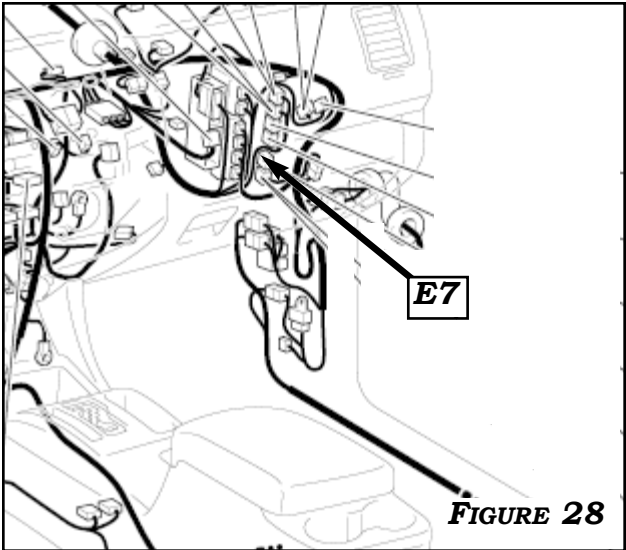
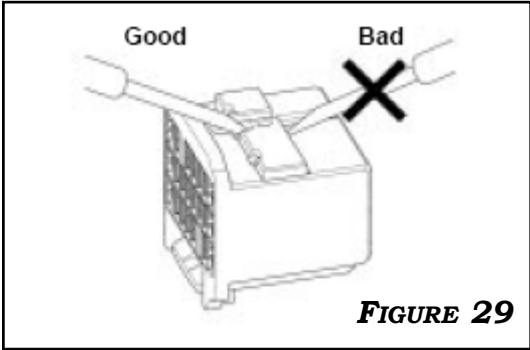

FIGURE 28
FIGURE 29
1. LOCATE WHITE CONNECTOR **E7** (SECOND FROM BOTTOM) OF THE ECM. **FIGURE 28**. **BE SURE TO PULL OUT TERMINAL RETAINER AT THE CENTER OF CONNECTOR. FIGURE 29.** INSERT **ECM** TERMINAL FROM **BROWN WIRE** OF THE CRUISE ECM HARNESS INTO PIN **31**(CRUISE CIRCUIT) OF CONNECTOR E7. INSERT THE ECM TERMINAL FROM THE **GREEN WIRE** OF THE CRUISE ECM HARNESS INTO PIN **18** (CRUISE INDICATOR LIGHT CIRCUIT) OF CONNECTOR **E7**. **FIGURES 30-31**